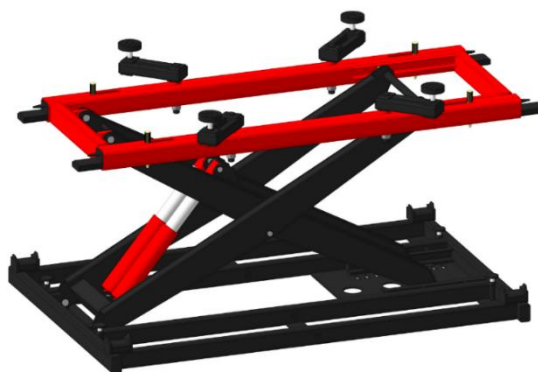

Рисунок 5
2. Ножничный подъемник (рисунок 5):